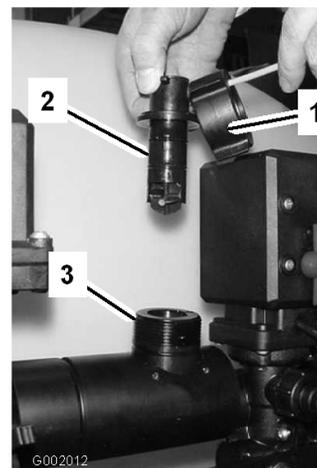

Figura 73
2. Retirar a cobertura de suporte do corpo do fluxímetro (Figura 73).